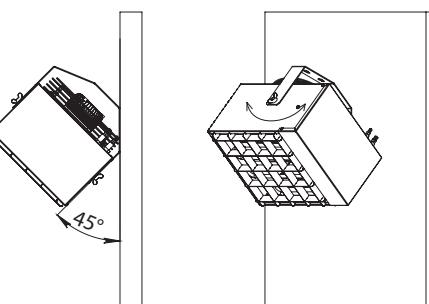

Рис. 9 - Наклон 45°
- Направление потока под углом 45° с возможностью поворота относительно оси вращения. (Рис.9)
2. Открутить винты-фиксаторы (2) (2шт.)
3. Перевернуть кронштейн настенный (1) на 180°